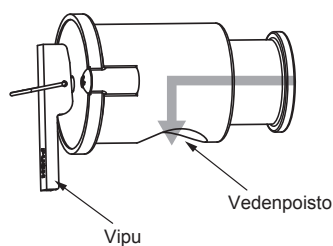

Fig. 4-2
4.4. Säännöllistä tarkastusta vaativat osat (Fig. 4-2)